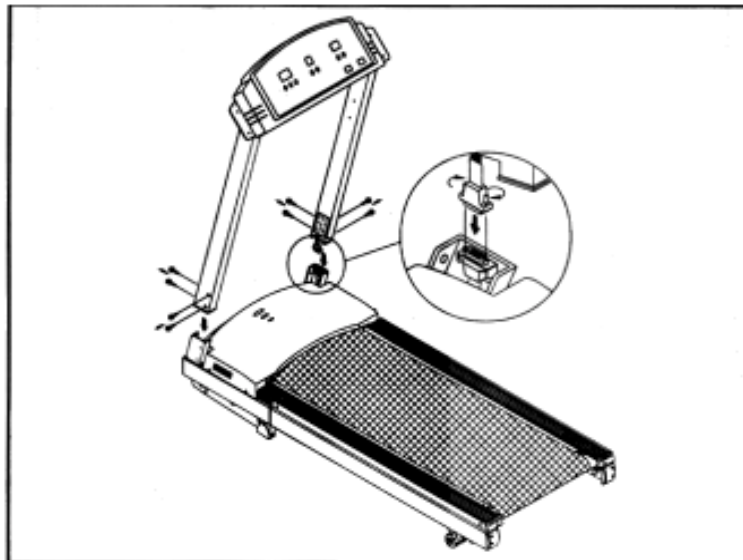

Fig.2
4. Plaats de 16 pin kabel binnenin rechts in de aansluiting en maak deze goed vast met de daarvoor bestemde bouten (zie Fig. 2).